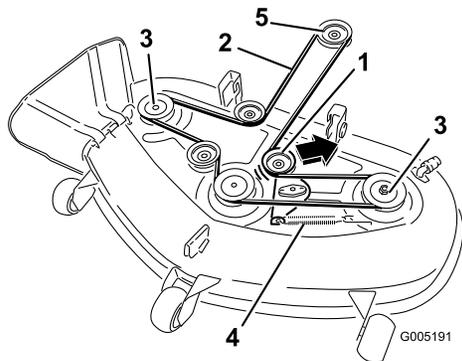

Figure 47
- Tirez la poulie de tension dans la direction indiquée (Figure 47) et retirez la courroie des poulies.
- Acheminez la courroie neuve autour de la poulie du moteur et des poulies du plateau de coupe (Figure 47).
- Tirez la poulie de tension dans la direction indiquée à la Figure 47 et acheminez la courroie autour de la poulie de tension (Figure 47).